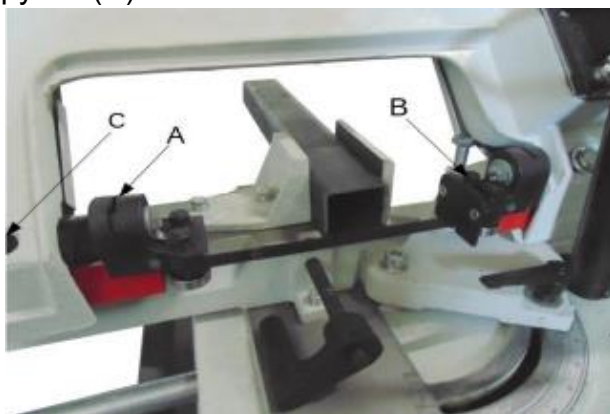

Рис. 12
2. Левый и правый направляющие кронштейны (А и В на рис. 12) можно отрегулировать, отвинтив две фиксирующие ручки (С) и передвинув кронштейны так, чтобы они соответствовали ширине элемента. Направляющие кронштейны А и В должны быть как можно ближе к заготовке, не касаясь ни её, ни стола. После регулировки затяните ручки (С).